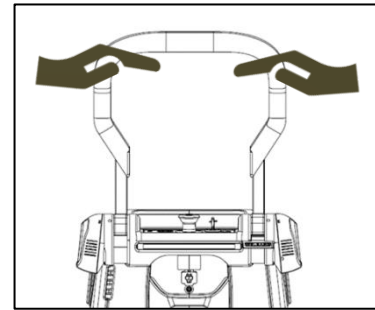

Fig. 2
- Utilisez les deux mains pour pousser la poignée comme illustré (Fig. 2).